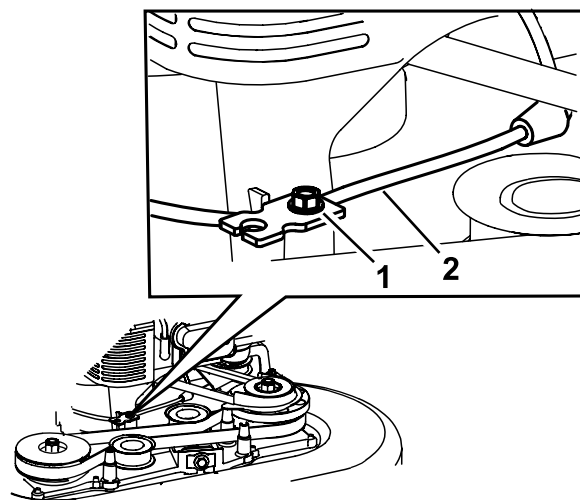

Figura 45
5. Allentate la vite del serrafilo (Figura 45).